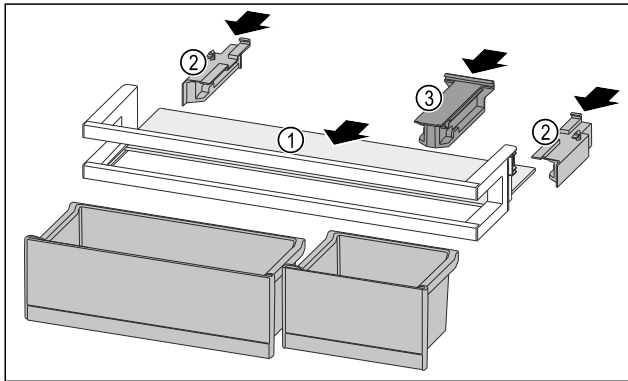

Fig. 144
- ▶ Abstellfläche Fig. 144 (1) in die seitlichen Aussparungen einschieben.
- ▶ Seitenteile Fig. 144 (2) einsetzen.
- ▶ Halteteil Fig. 144 (3) einsetzen.